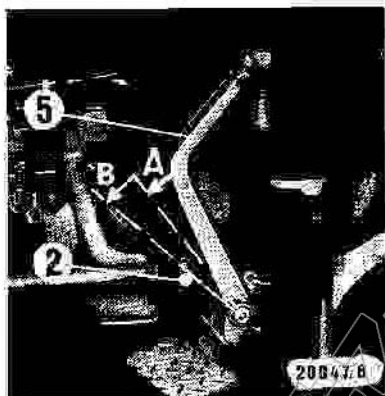

Bild 5
Das Einschalten der Zapfwelle darf nur bei ausgerückter Zapfwellenkupplung erfolgen. Zum Auskuppeln wird der Fußhebel (5) bis zum Anschlag (2) durchgedrückt — B — (Bild 5) und dann nach einer kleinen Pause der Schalthebel der Zapfwelle betätigt.